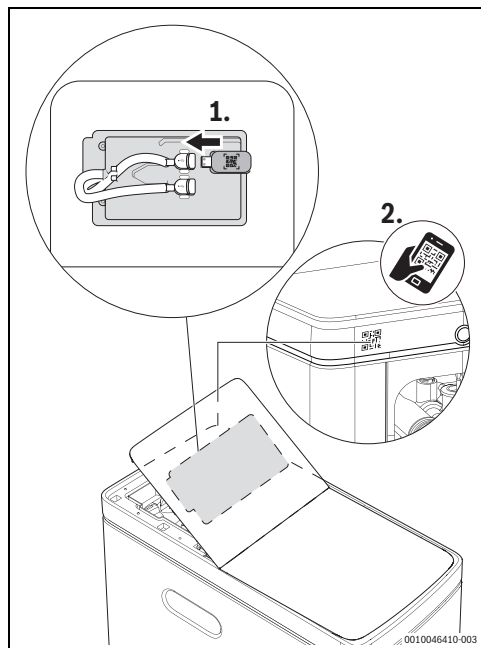

Fig. 32 Localización del código QR
1. En la HomeCom Easy, escanear el código QR que encontrará en el producto, como se describe en (→fig. 32).